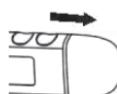

Figure 3
- Retirer le couvercle de la pile comme illustré dans la Figure 3.